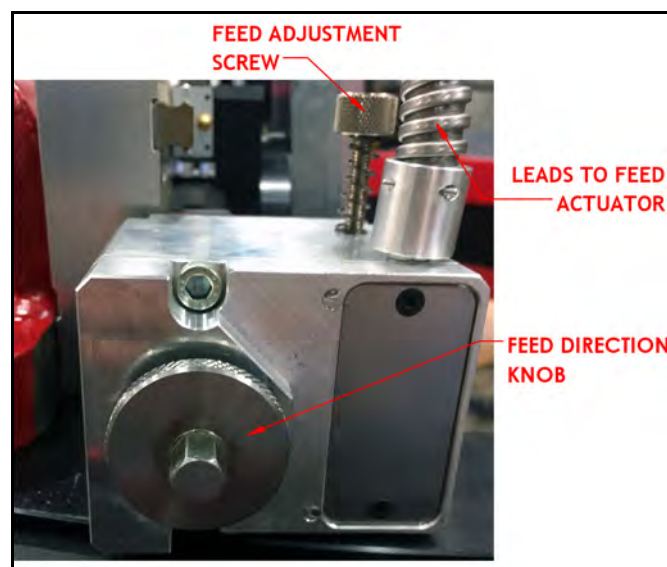

РИСУНОК 4-7. Винт регулировки подачи и регулятор направления подачи
6. Установите регулятор направления подачи (см. Рис. 4-7 на стр. 43.) в нужное положение.
1. Деактивируйте механизмы расцепления подачи (см. Рис. 4-7.).